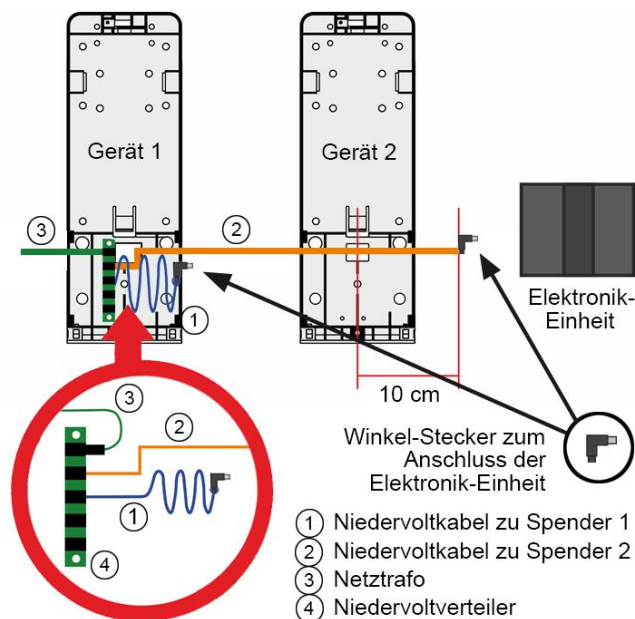

Abb. 5.2-b1: Anschluss von zwei Spendern an ein Netzteil
Das Niedervoltkabel (2) für den zweiten Spender wird aus dem ersten Spender nach hinten (aus dem Spender) geführt. Den Winkelstecker und ca. 10 cm Kabel durch die Spenderrückwand in den Spender 2 ziehen, Stecker in die Rückseite der Elektronik-Einheit einstecken. Das überschüssige Kabel verstauen Sie in der rechten Hohlkammer der Spenderrückwand, direkt hinter der Elektronik-Einheit in Schleifen (Abb. 5.2-b1).